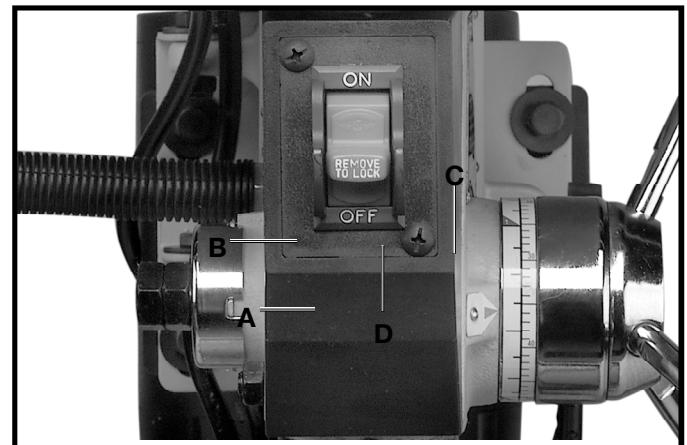

Fig. 31
2. Insérer l'extrémité lisse de la mèche (A, fig. 31) dans le mandrin (B) aussi loin que possible puis retirer la mèche de 1,6 mm (1/16 po) ou, pour les mèches courtes, insérer jusqu'aux cannelures.
3. S'assurer que la mèche (A, fig. 31) est centrée dans le mandrin (B) avant de serrer le mandrin à l'aide de la clé (C).
4. Tourner la clé de mandrin (C, fig. 31) en sens horaire pour serrer et en sens antihoraire pour desserrer les mâchoires du mandrin.
6. **S'ASSURER QUE** la clé de mandrin (C, fig. 31) est retirée du mandrin avant de démarrer la perceuse à colonne. La clé de mandrin (C) est dotée d'une goupille auto-éjectable (D) qui aide à minimiser le risque associé à un oubli.